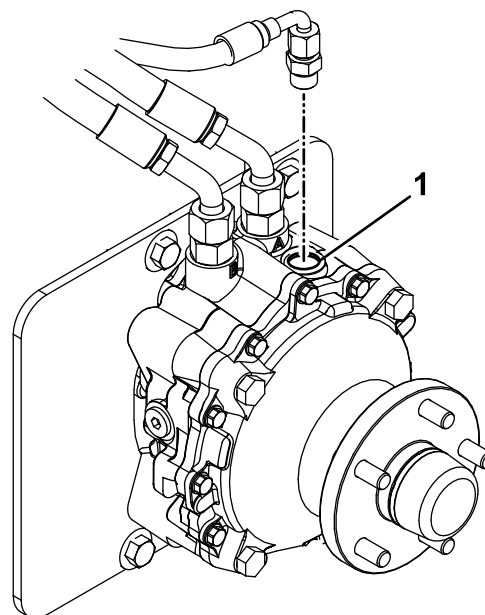

Figure 73
9. Enlevez le bouchon de l'orifice de remplissage au sommet de chaque moteur de roue (Figure 73).